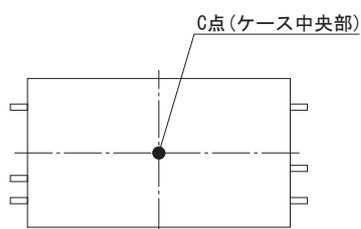

図7.6 強制通風時の温度測定箇所（ケース上面）
■強制通風時（1m/s）は、図7.6のC点の温度が95℃以下となるように通風して、ご使用ください。